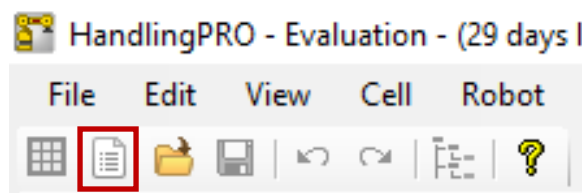

Рис. 5.1 Создание нового проекта
2. Создаем свой (новый) проект (*New cell*). Для этого кликнем курсором мыши на значке главного меню (рис. 5.1).